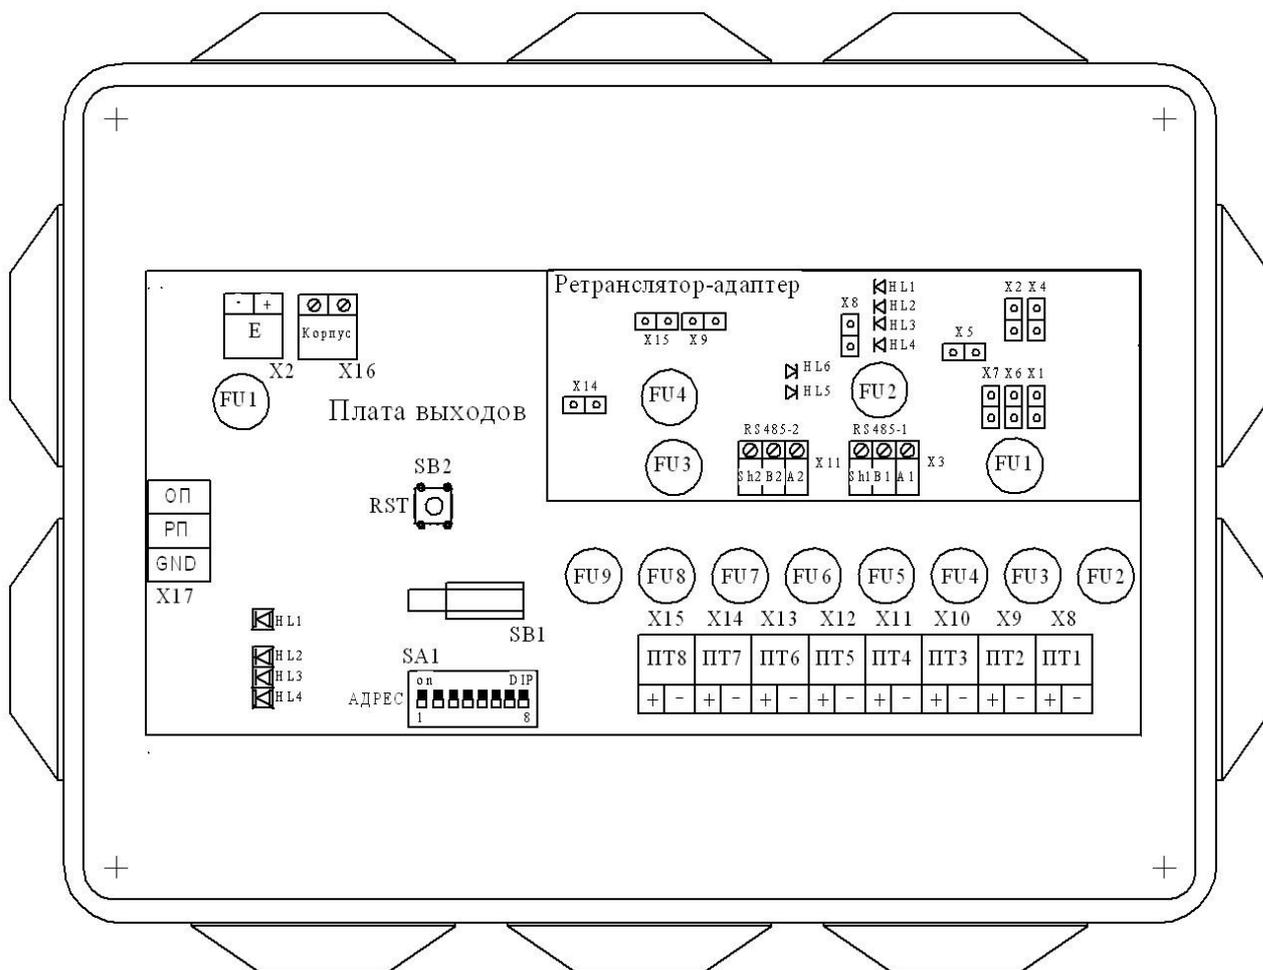

Рисунок 3.3
2.11 АМ(п) является адресуемым прибором. В модуле предусмотрена механическая установка адреса с помощью 8-разрядного DIP-переключателя «Адрес» (SA1) на плате выходов (см. рисунок 3.3).